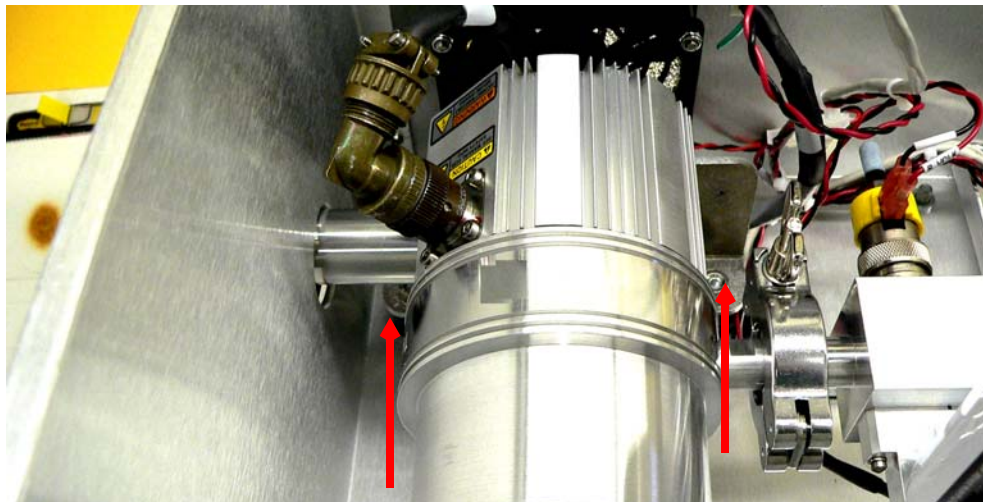

图 B-6 泵脚螺母
7. 使用 10 毫米螺母松紧器拆下固定支脚的两个螺母（图 B-6）。
13. 使用 10 毫米螺母松紧器重新重新固定支脚的两个螺母。（第 B-5 “页图 B-6”）。